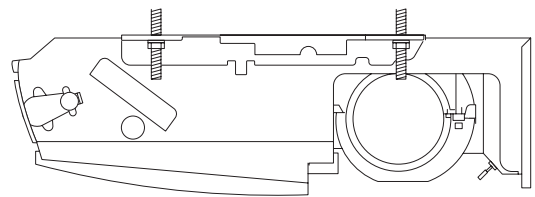

Fig. 3-75
c) Apriete y bloquee las tuercas de suspensión. (Fig.3-75)